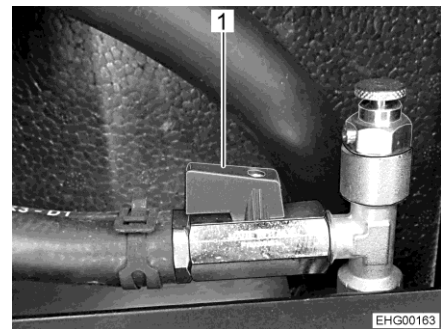

Fig. 187 Grifo esférico (abierto)
- Ajustar la palanca (Fig. 187,1) en paralelo a la tubería.